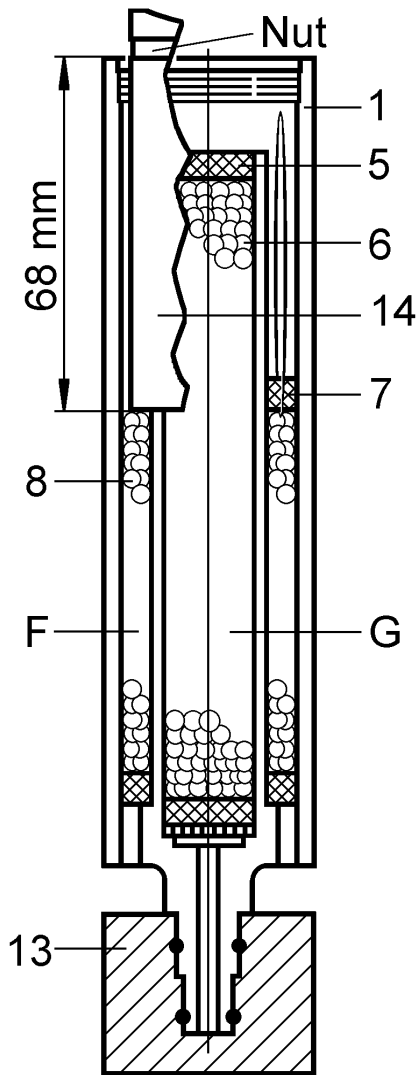

Abb. 4
Schritt 2 (Abb. 4) In Zentralrohr -G Molekularsiebfüllung -6 (ca. 75 cm³) bis Oberkante Zentralrohr einfüllen. Diese Füllung durch mehrmaliges Aufstampfen der Aufnahme -13 gut einrütteln. Auf die Molekularsiebfüllung -6 die zweite Filzscheibe -5 setzen. Soll mit Oberkante des Zentralrohrs -G abschließen. Nun in Ringraum -F Molekularsiebfüllung -8 (ca. 50 cm³) einfüllen. Füllung ebenfalls durch Aufstampfen der Aufnahme -13 gut einrütteln. Füllhöhe kontrollieren. Meßrohr -14 auf Molekularsiebfüllung -8 setzen. Die Nut am Meßrohr -14 soll mit Oberkante Patronengehäuse -1 abschließen. Filzring mit Plastikschiene -7 einbringen. Hierzu wieder Meßrohr -14 verwenden. Darauf achten, daß Plastikschiene nach oben zeigt.